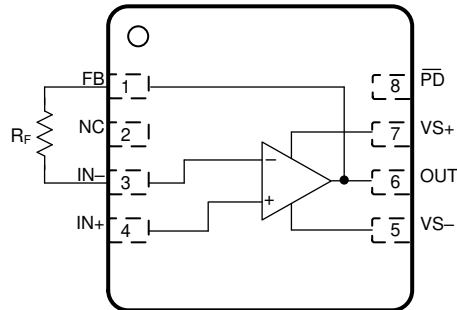

图 8-4. FB 和 IN- 引脚之间的 R_F 连接
1. 反馈电阻 (R_F) 可以连接在封装同一侧的 FB 和 IN- 引脚之间（请参阅图 8-4），而不是绕过封装。